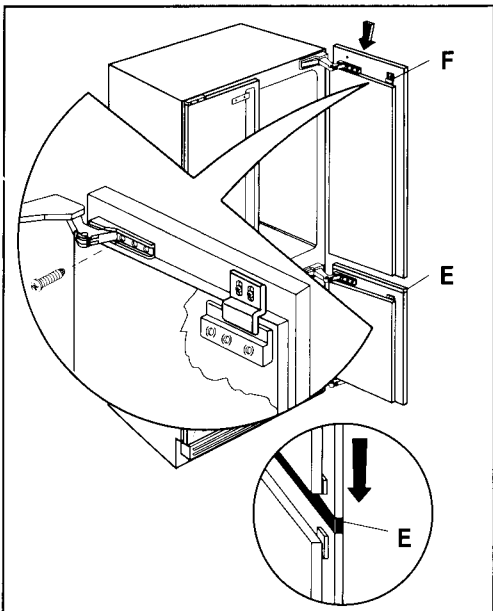

Fig. 6a
- Inserire l'antina superiore tramite il tassello **F** nell'apposita guida, facendo appoggiare l'antina sullo spessore **E** (Fig. 6a).